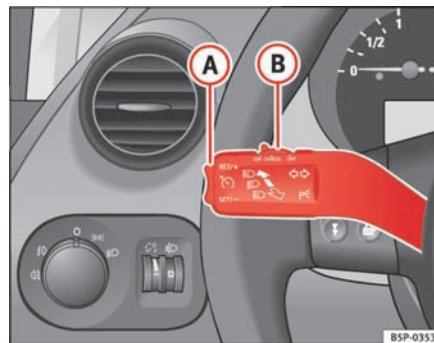

Fig. 149 Blink- og fjernlysarm: kontakt og vippeknop til fartpilot
- Tryk på den øverste del af vippekontakten, **RES+** ⇒ fig. 149 **A** for at øge hastigheden. Når du holder vippekontakten inde, accelererer bilen. Når du slipper vippekontakten, bliver den nye hastighed gemt. ▶
Hvis du reducerer hastigheden ved at træde på bremsepedalen, bliver fartpiloten deaktiveret. Du kan aktivere fartpiloten igen ved at trykke en enkelt gang på den øverste del af vippeknappen, **RES+** ⇒ side 176, fig. 149 **(A)**.